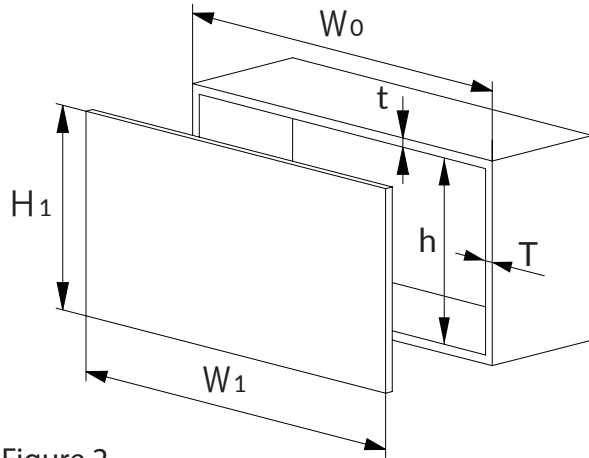

Figure 2
1. Couper la barre à la longueur requise telle que vu en figure 2.
1. Cut the bar to length as per figure 2.